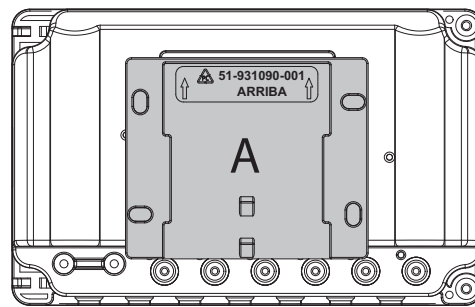

Fig. 1
1. Retire la base de montaje A (Fig. 1) del calculador moviéndola en la dirección opuesta a la indicada por las flechas.